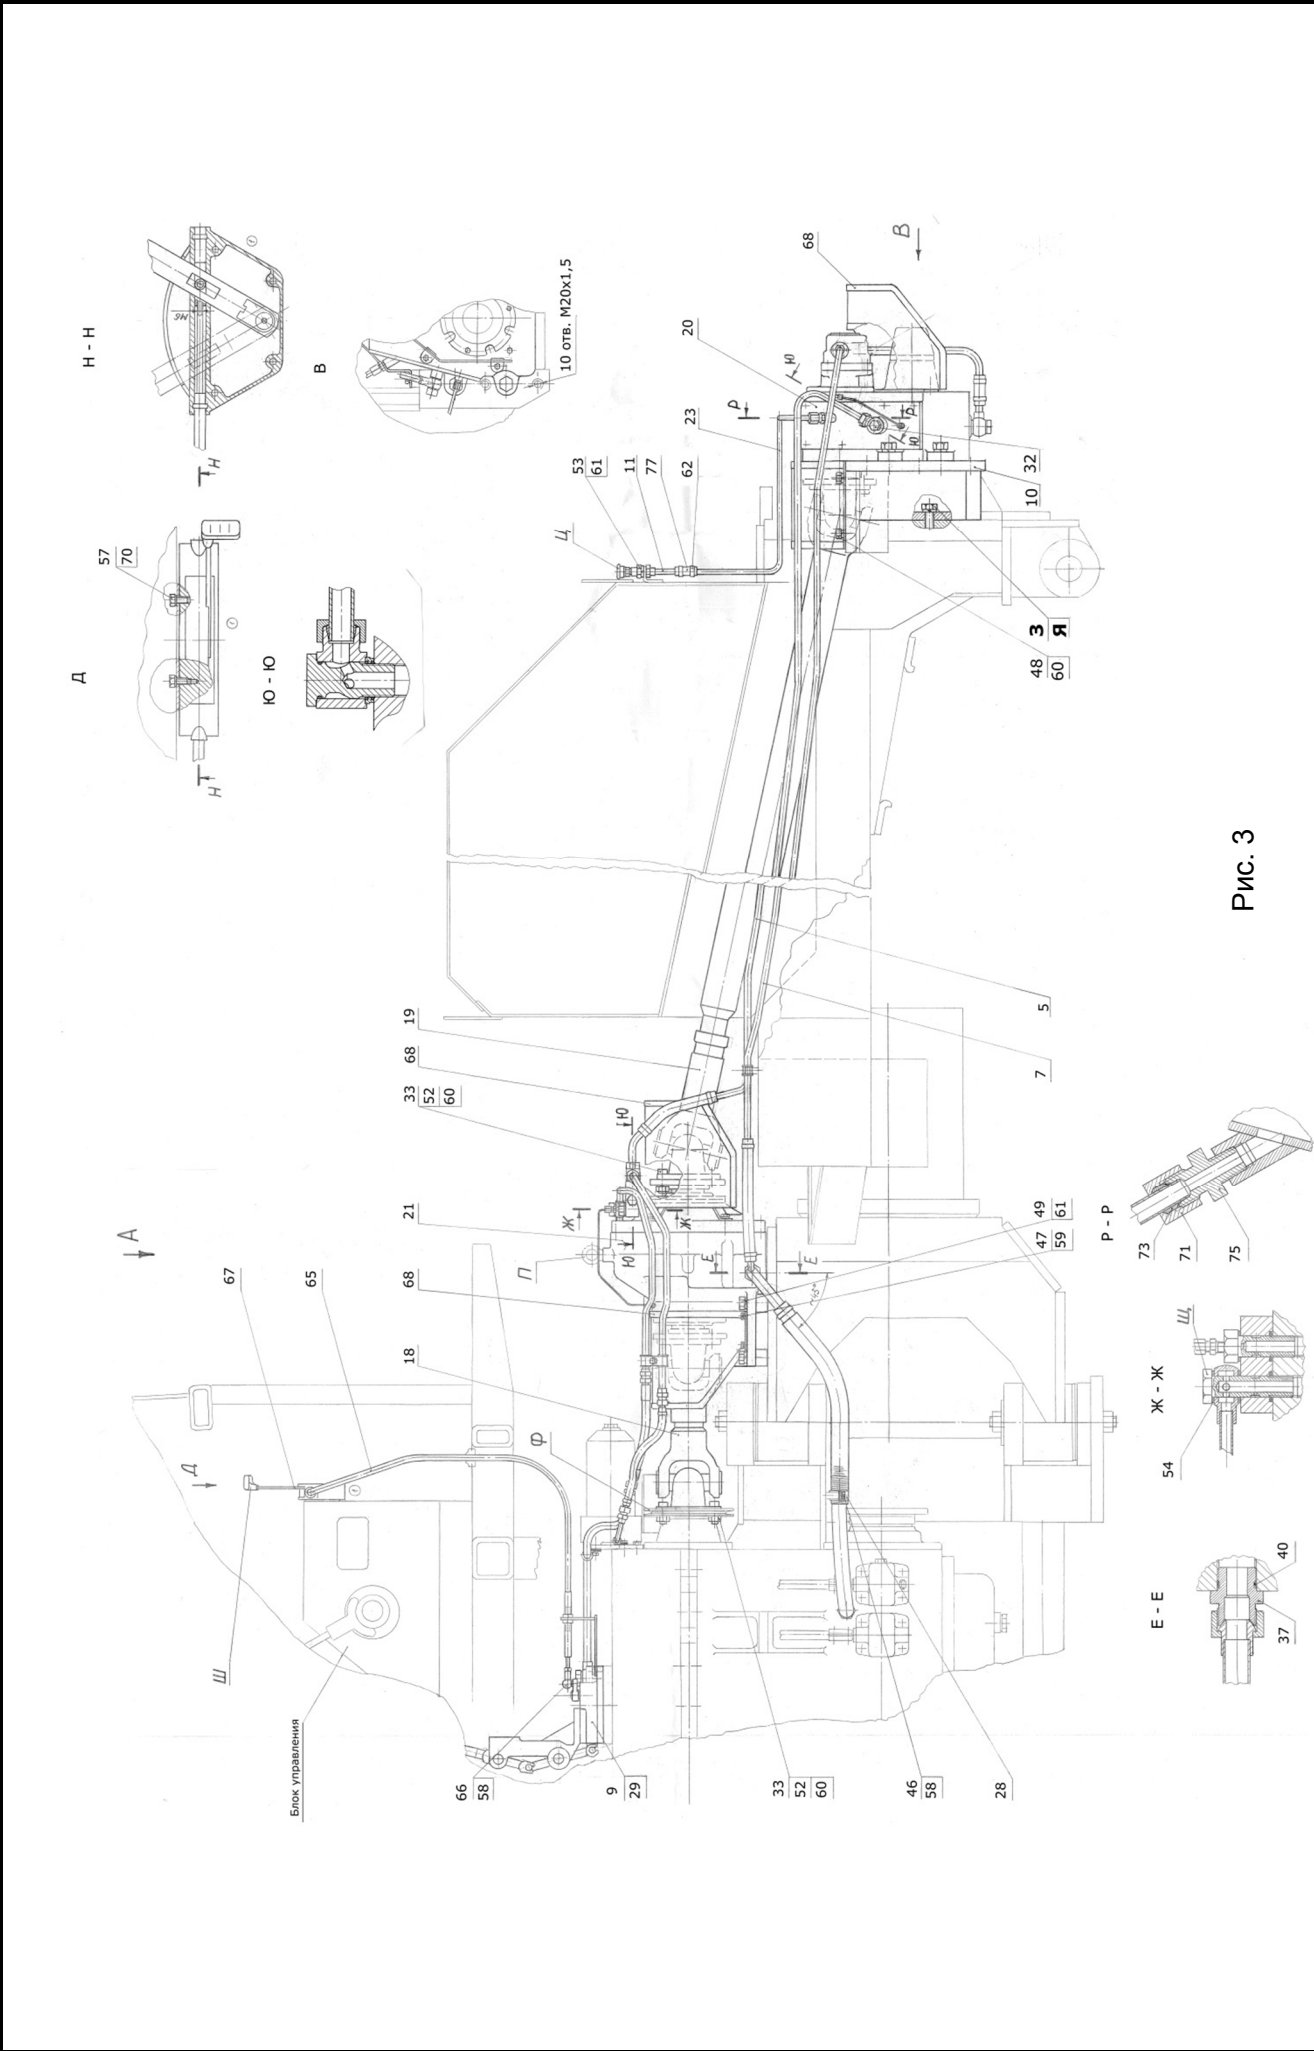

Рис. 3
3.2.2 Производить сборку и монтаж МОМа на трактор в соответствии с рис. 3, 4. Номера позиций на чертеже соответствуют порядковым номерам перечня (листы 2...4).
– демонтировать основание 744P-2800060-01 и на его место установить основание поз. 10 (рис. 3), закрепив его штатными болтами "З" с шайбами "Я". Момент затяжки болтов 45^{+5} кг·м;